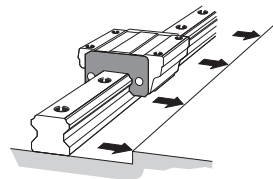

Рис.7 Выравнивание рельса LM относительно базовой поверхности
(2) Осторожно поместите рельс LM на опорную поверхность и временно закрепите его болтами так, чтобы рельс LM был слегка прижат (совместите метку на рельсе LM с боковой базовой поверхностью опорного элемента). (Рис.7)